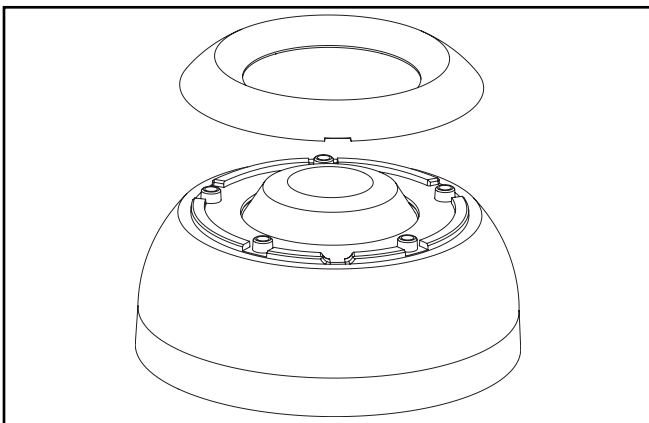

Figure 5.
2. Insérez l'outil dans la fente pour retirer le capuchon du détecteur. (Figure 5.)